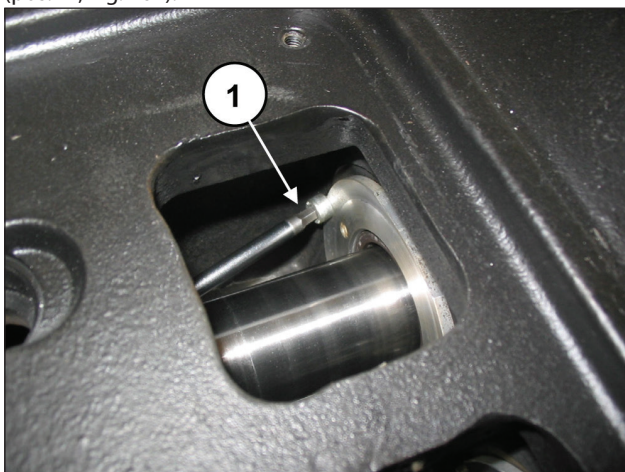

Fig. 162
Si es necesario sustituir el retén de la guía del pistón, desmontar la tapa de retención como se indica a continuación: Aflojar los 2 tornillos de bloqueo de la tapa de retención (pos. ①, Fig. 162).